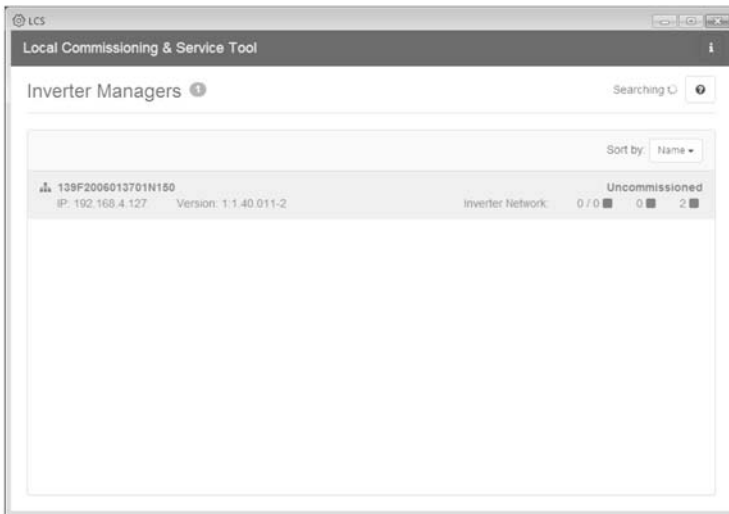

Figure 5.2 LCS-Tool - Écran initial
2. L'écran affiche maintenant une liste de tous les appareils SMA Inverter Manager (voir figure 5.2). Pour lancer l'assistant, cliquez sur le SMA Inverter Manager à configurer. En cliquant sur le SMA Inverter Manager, les onduleurs découverts par celui-ci s'affichent. Les onduleurs non mis en service (aucun code réseau attribué) sont signalés par un carré bleu à côté de leur version de logiciel.